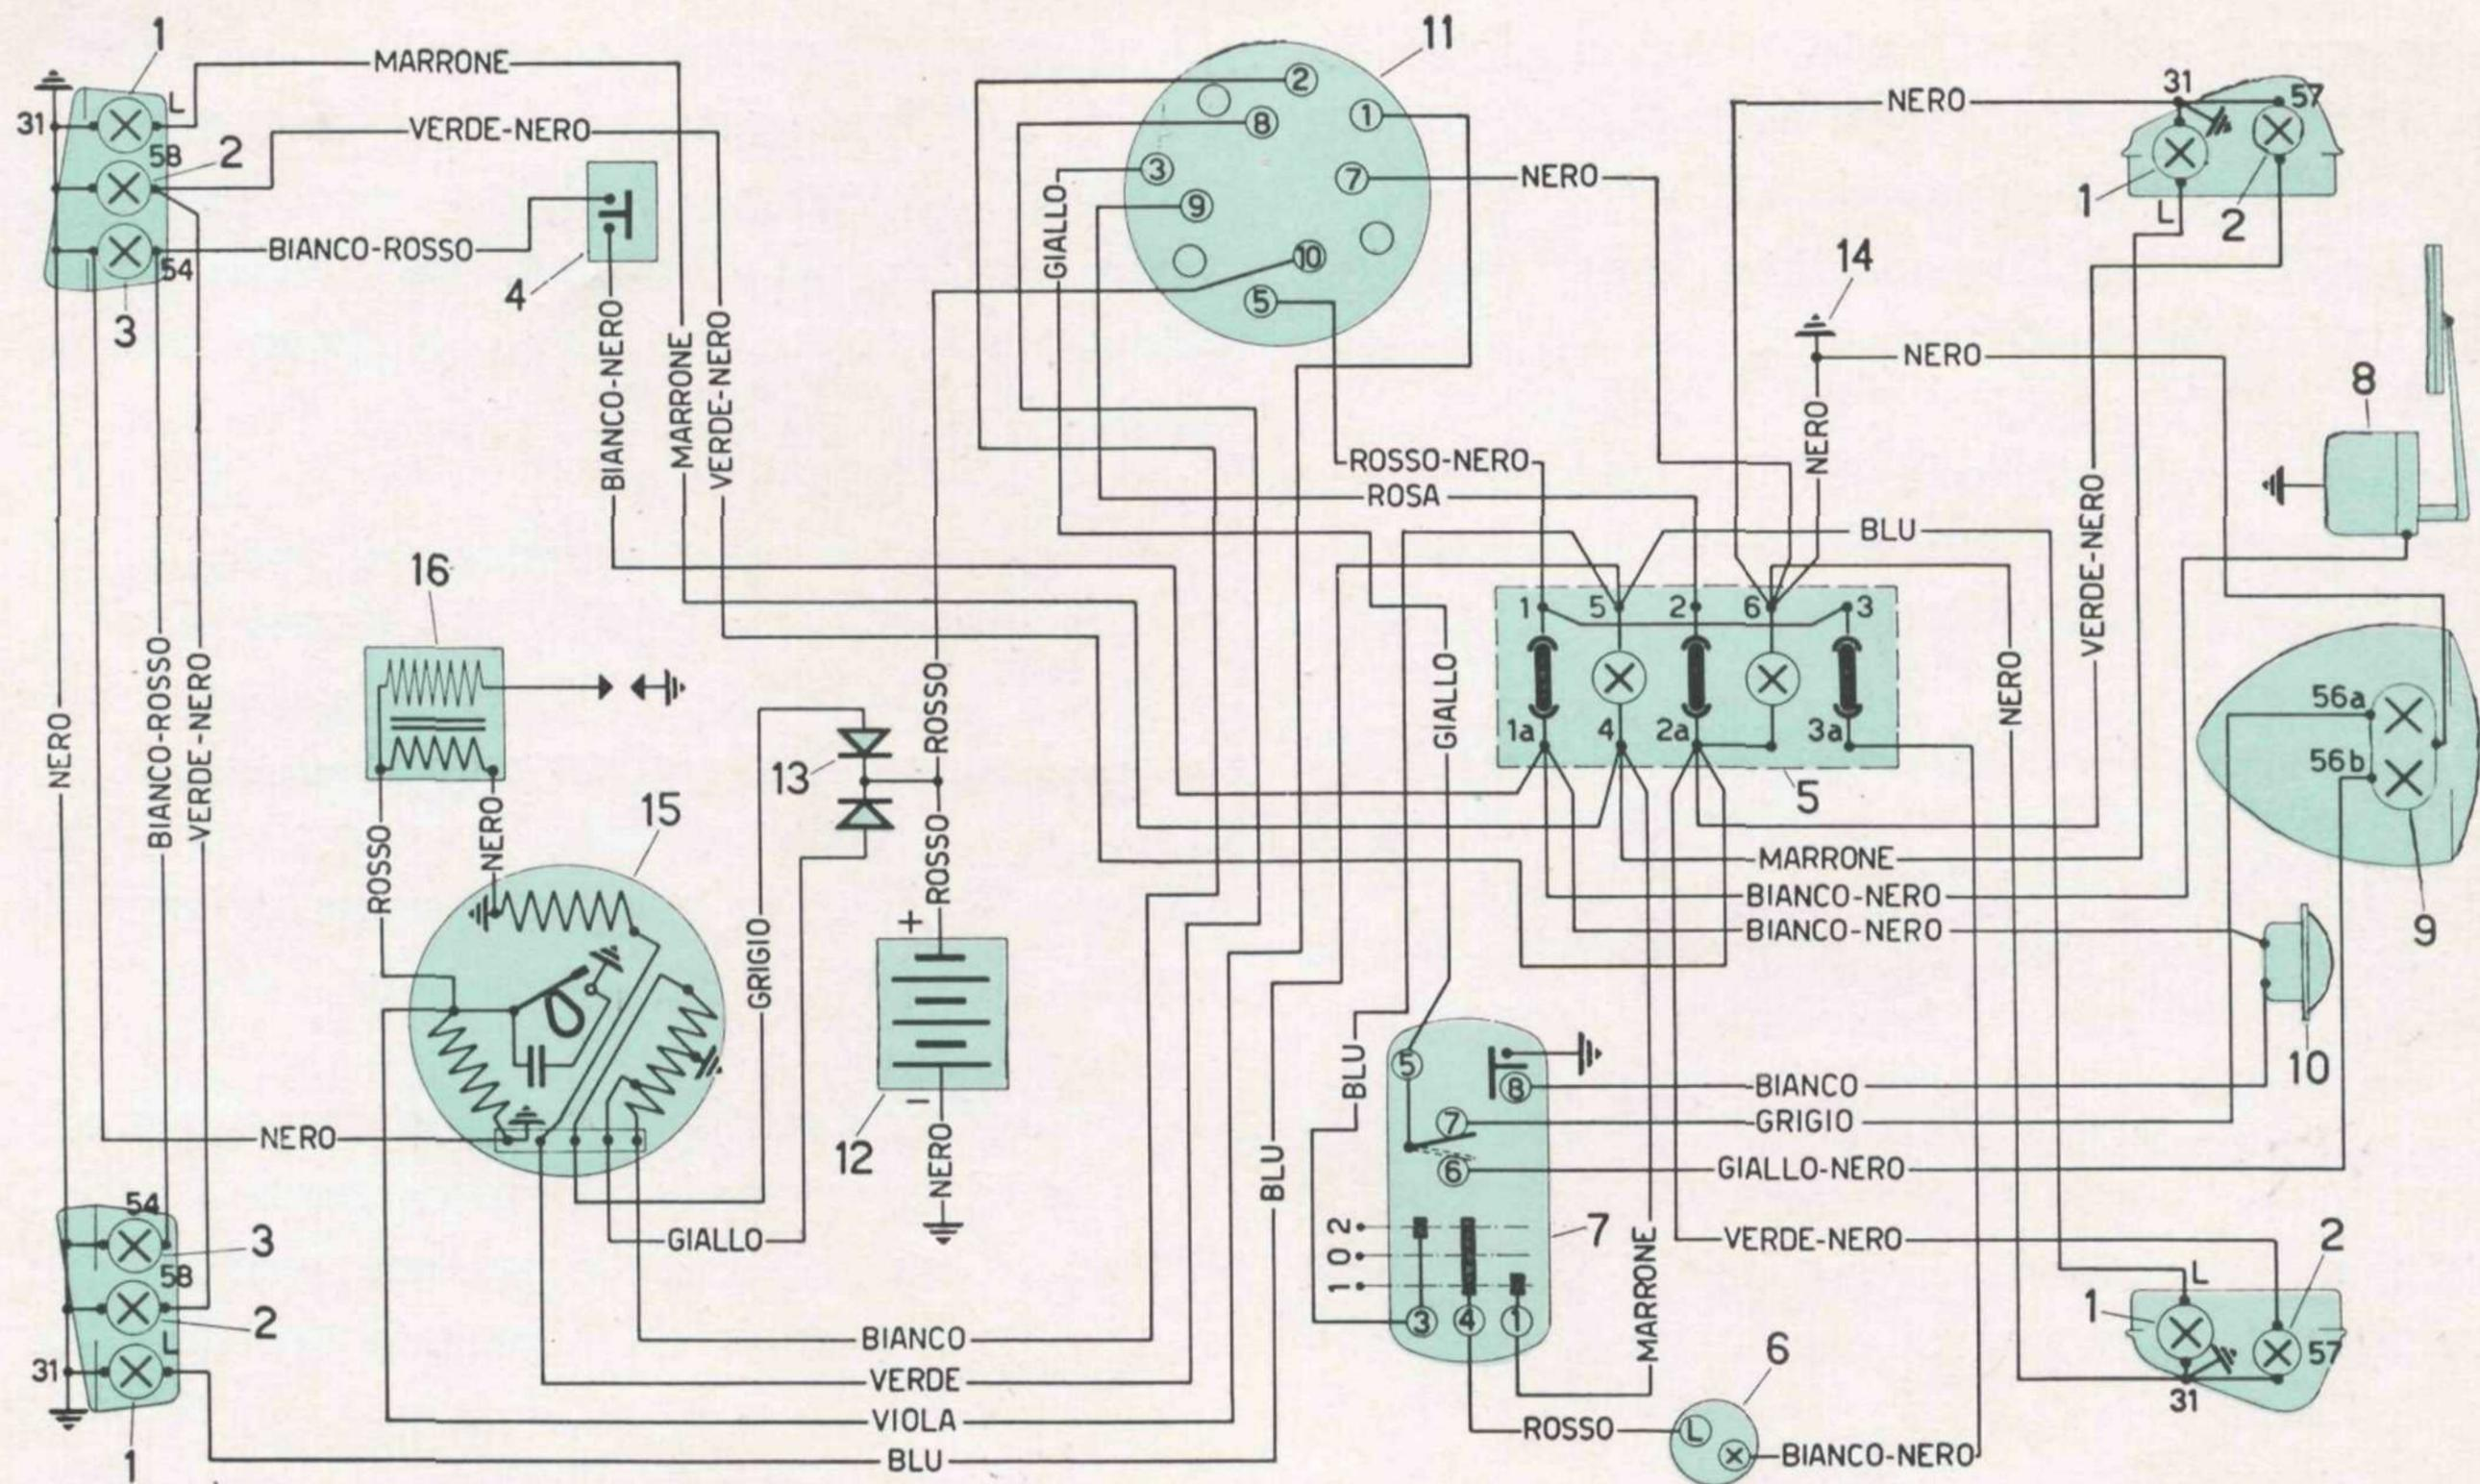

Fig. 21 - Schema impianto elettrico
L'energia elettrica per i dispositivi dell'impianto d'illuminazione e segnalazione è fornita in c. a. e in c. c. come segue: (Fig. 21).
DIDASCALIE FIG. 21
**N. B.** - Collegamenti elettrici sul commutatore principale (n. 11, fig. 21);